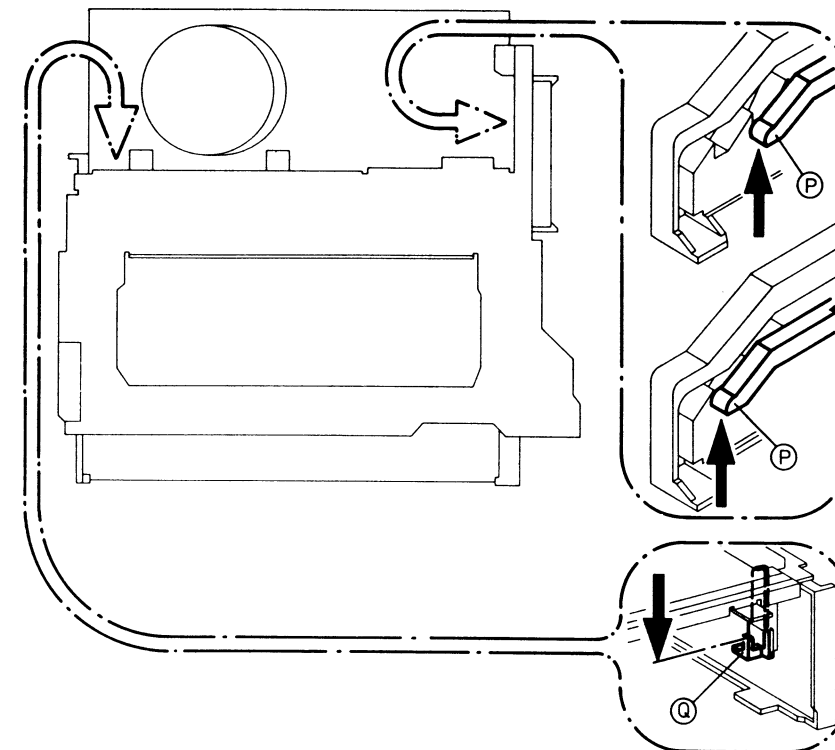

Fig. 1
- Riemenscheibe (137) ca. 3 Umdrehungen im Uhrzeigersinn drehen.
- Sicherungshebel (P) ausrasten (Fig. 1).
- Riemenscheibe (137) um eine Umdrehung weiterdrehen.
- Hebel (Q) nach unten drücken und Sicherungshebel (P) erneut ausrasten.
- Cassettenschacht durch Weiterdrehen der Riemenscheibe (137) vollständig absenken
- Rotate the Drive Belt Pulley (137) approx. 3 revolutions in the clockwise direction.
- Release the Locking Lever (P) (Fig. 1).
- Rotate the Drive Belt Pulley (137) by one more revolution.
- Push the lever (Q) down and release the locking lever (P) once again.
- Lower the Cassette Compartment fully by rotating the Drive Belt Pulley (137) further in a clockwise direction.